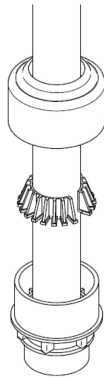

Fig. 24
3. Den Schlauch bis zum Anschlag einstecken (Fig. 24).